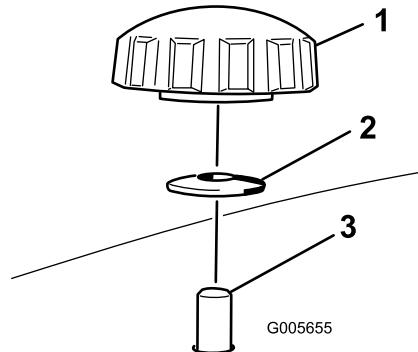

Figura 32
4. Remova os 2 manípulos e as anilhas curvas que fixam o abafador direito ao cortador Figura 32.
- 5. Remova o abafador direito e baixe o deflector de relva por cima da abertura de descarga conforme indicado em Figura 32 e Figura 33.
5. Faça deslizar o abafador direito por debaixo da plataforma do cortador e fixe-o utilizando 2 manípulos e anilhas curvas (lado oval virado para o cortador) conforme indicado em Figura 33 e Figura 32.